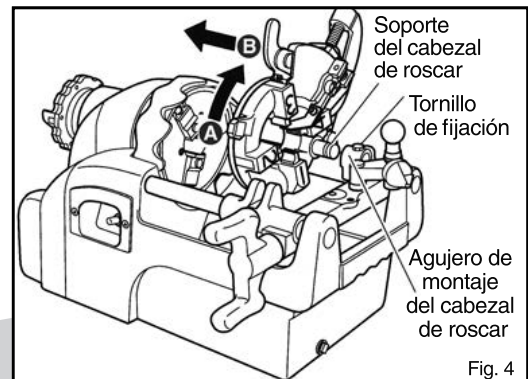

Fig. 4
4. Colocación y extracción del cabezal de roscar (Fig. 4)**■ Extracción del cabezal de roscar**
- ① Afloje el tornillo de fijación en el carro.
- ② Levante ligeramente el cabezal de roscar en la dirección de la flecha **A**, y luego extráigalo en la dirección de la flecha **B**. Si la cortadora está en el camino, quítela moviéndola hacia arriba.
- ① Coloque el cabezal de roscar utilizando el proceso inverso al de su extracción.
- ② Apriete el tornillo de fijación hasta que tome contacto con el eje de montaje, luego retroceda media vuelta y bloquéelo en su posición con la tuerca.
- ③ Haga una revisión para asegurarse de que el cabezal de roscar gire uniformemente.